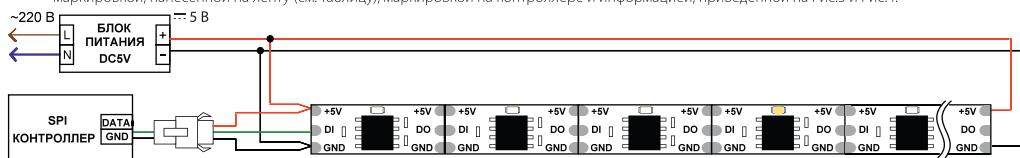

Рис. 1.1. Схема подключения одной светодиодной ленты «бегущий огонь» в исполнении IP20.
- Подключите ленту в соответствии с типом ленты и выбранной схемой (Рис. 1.1–2.2), соблюдая полярность и маркировку проводов. При подключении лент и соединении отрезков учтите направление передачи цифрового сигнала, указанное стрелкой на ленте. Вход сигнала управления имеет обозначение «DO», выход – «DO». Для подключения используйте коннекторы из комплекта поставки. Руководствуйтесь маркировкой, нанесенной на ленту (см. таблицу), маркировкой на контроллере и информацией, приведенной на Рис.3 и Рис.4.
- Подключите ленту согласно используемой схеме (Рис. 1.1 - 2.2.), соблюдая полярность.